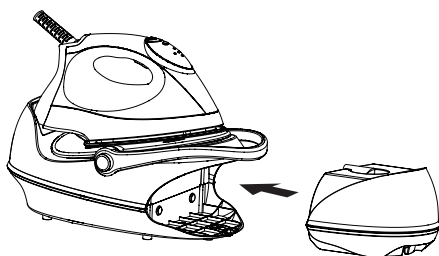

Fig.5
- Replacer le réservoir d'eau dans le socle. Il est verrouillé lorsque vous entendrez un "clic". (Le voyant lumineux du réservoir s'allume pour signaler que le réservoir est plein et en place si l'appareil est sous tension) Fig.5